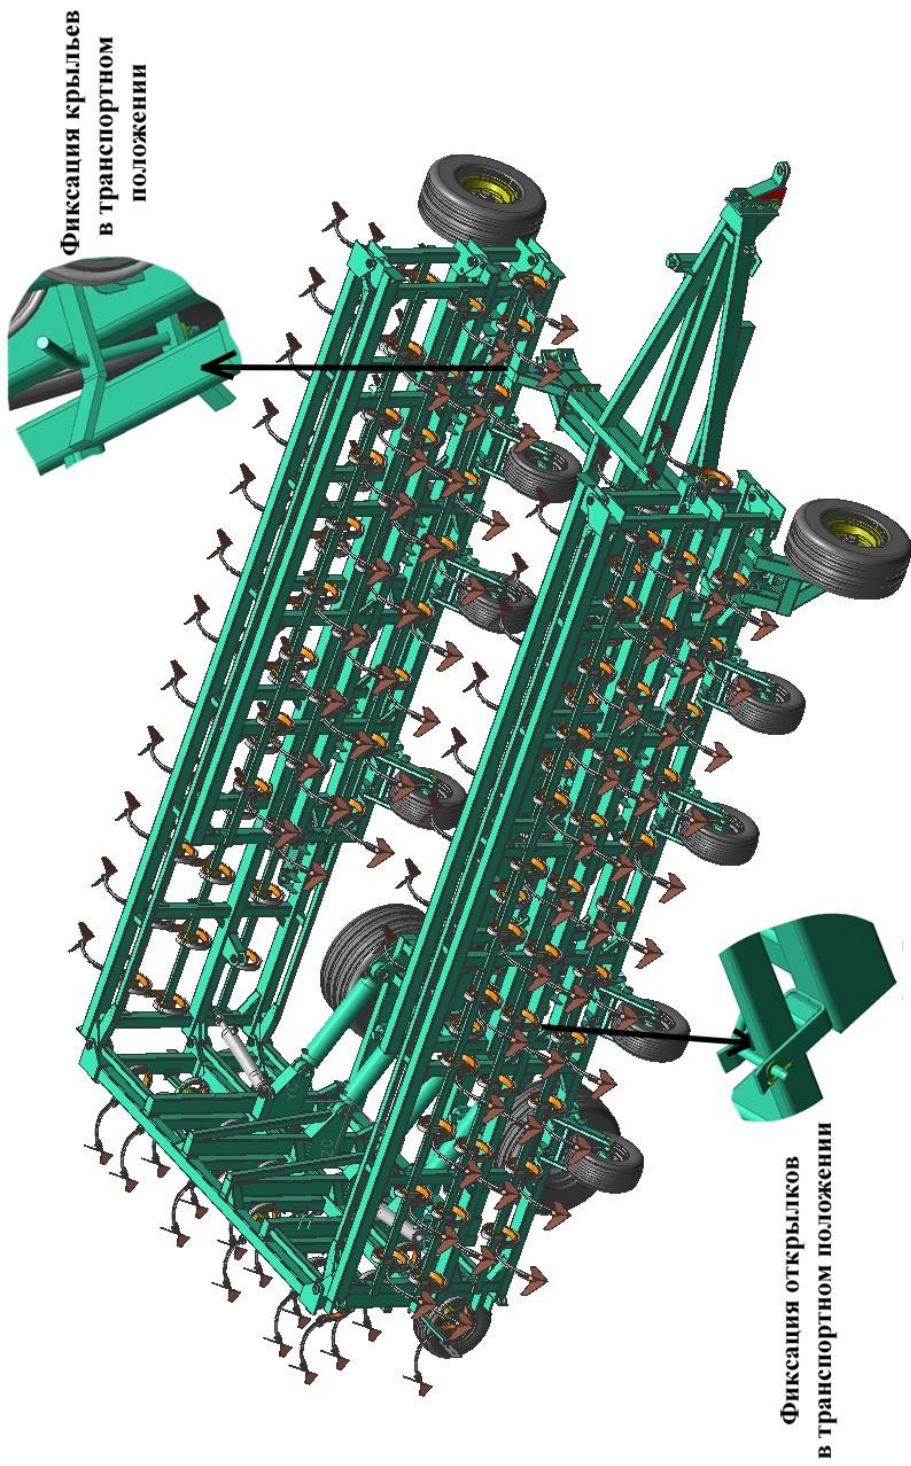

Рисунок 2 – Общий вид культиватора в транспортном положении
4.4 Перевод культиватора в транспортное положение (рисунок 2):